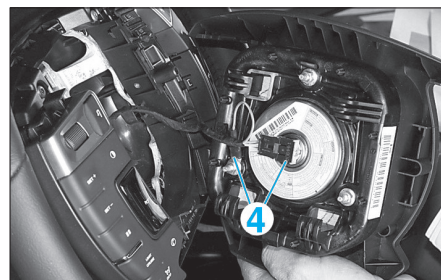

Fig. 2
- Débrancher les connecteurs (4) (Fig.2).
- Déposer l'airbag frontal conducteur (1).